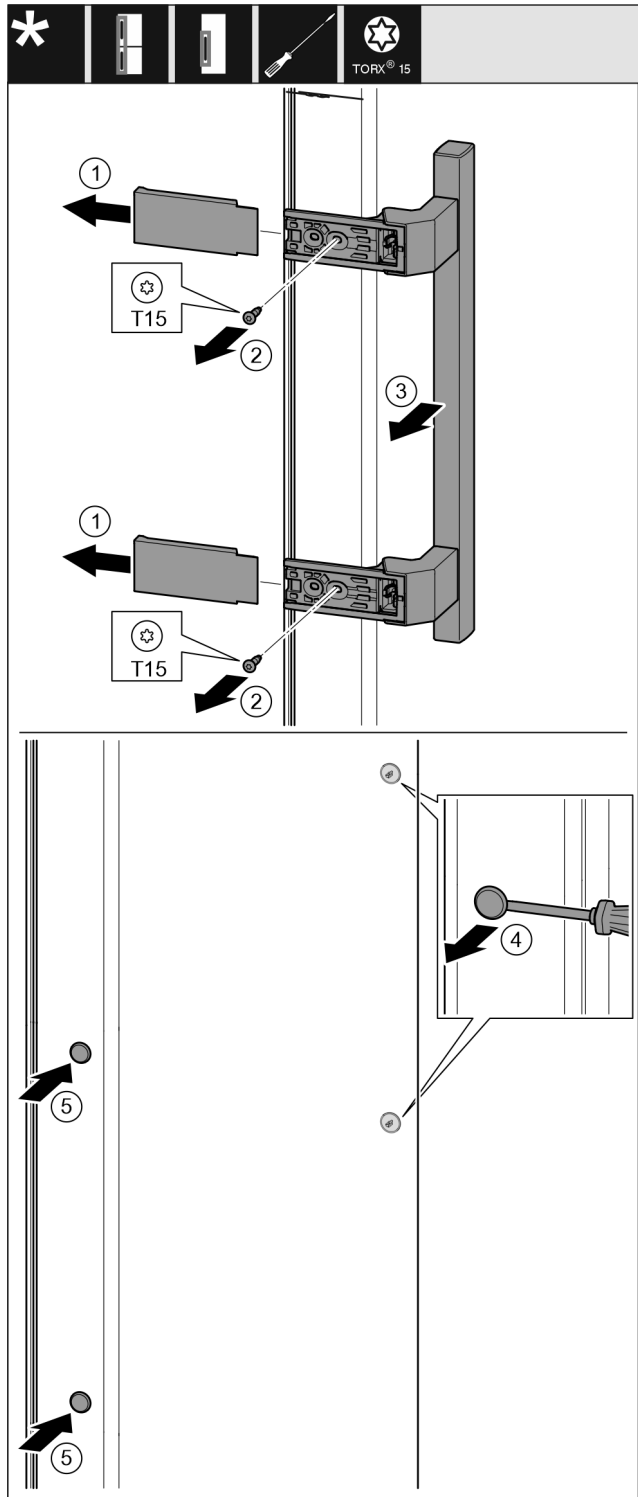

Fig. 19
- ▶ Tag afdækningen af. Fig. 19 (1)
- ▶ Skru skruerne ud med skruetrækkeren T15. Fig. 19 (2)
- ▶ Tag grebet af. Fig. 19 (3)
- ▶ Løft forsigtigt propperne i siden op med en flad skruetrækker, og træk dem ud. Fig. 19 (4)
- ▶ Sæt propperne igen i den anden side. Fig. 19 (5)